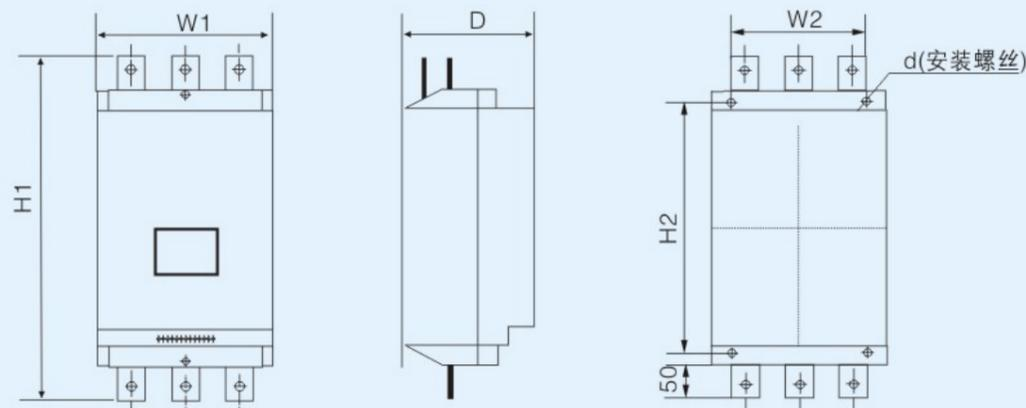

图2
- 限电流起动: 一般用于对起动电流有严格限制要求的场合, 电机电流变化波形如图2。